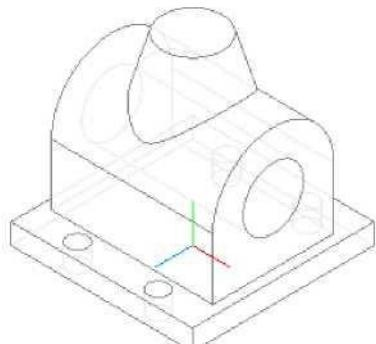

Рис. 7.29
8. Применяем команду **Вырезать выдавливанием** со следующими параметрами: **Направление выдавливания - Прямое, Способ построения - Через все** (рис. 7.29).